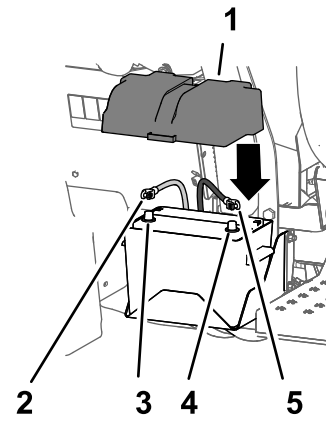

Рисунок 38
1. Подсоедините положительный кабель к положительному штырю аккумуляторной батареи (Рисунок 38).
2. Подсоедините отрицательный кабель к отрицательному штырю аккумуляторной батареи (Рисунок 38).
3. Совместите крышку аккумуляторной батареи с коробкой аккумуляторной батареи и закрепите ее хомутом (Рисунок 38).